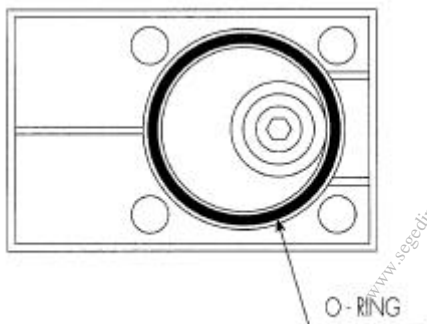

Fig. 8
3. Positionner le système de verrouillage sur l'opérateur en s'assurant que l'O-ring de tenue est positionné dans son propre niche (voir Figure 8) et insérer le pivot hexagonal dans sa propre siège qui s'obtient sur le distributeur à l'aide du mouvement de la clé en sens horaire.